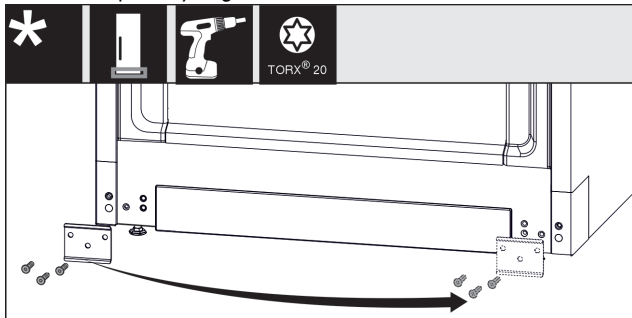

Fig. 17
► Открутите лист, переставьте на другую сторону и снова прикрутите. Fig. 17 (1)